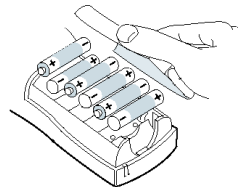

Abbildung 2
1. Nehmen Sie den Batteriefachdeckel ab. Siehe Abbildung 2.
1. Öffnen Sie den Batteriefachdeckel. Siehe Abbildung 2.